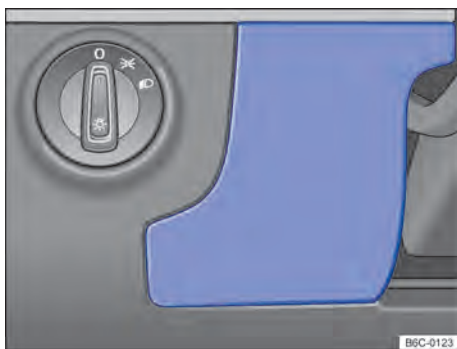

Fig. 142 No lado do condutor do painel de instrumentos: cobertura da caixa de fusíveis.
- Segurar a cobertura da caixa de fusíveis → Fig. 142 e puxar para frente.